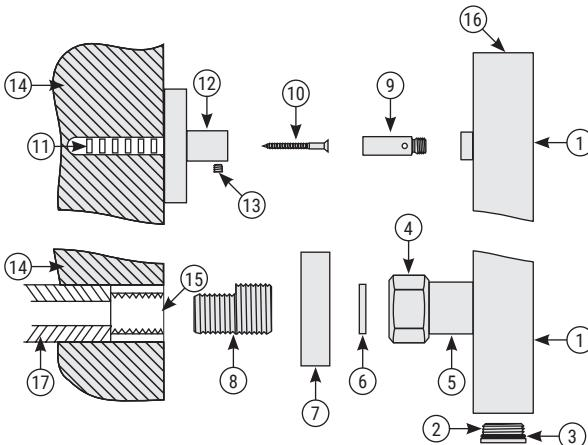

Рис.1
- 5.1. Сборку и установку изделия производить согласно схеме (рис. 1).
- 5.8. Для герметизации резьбовых соединений производитель комплектует изделие прокладками собственного изготовления (п. 3.5. и рис. 1 «3», «6»).